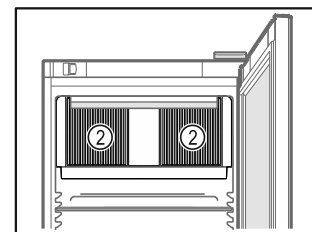

Fig. 57
- ❑ Ventilatiesleuf Fig. 57 (2) van de ventilator in de binnenruimte vrijhouden.